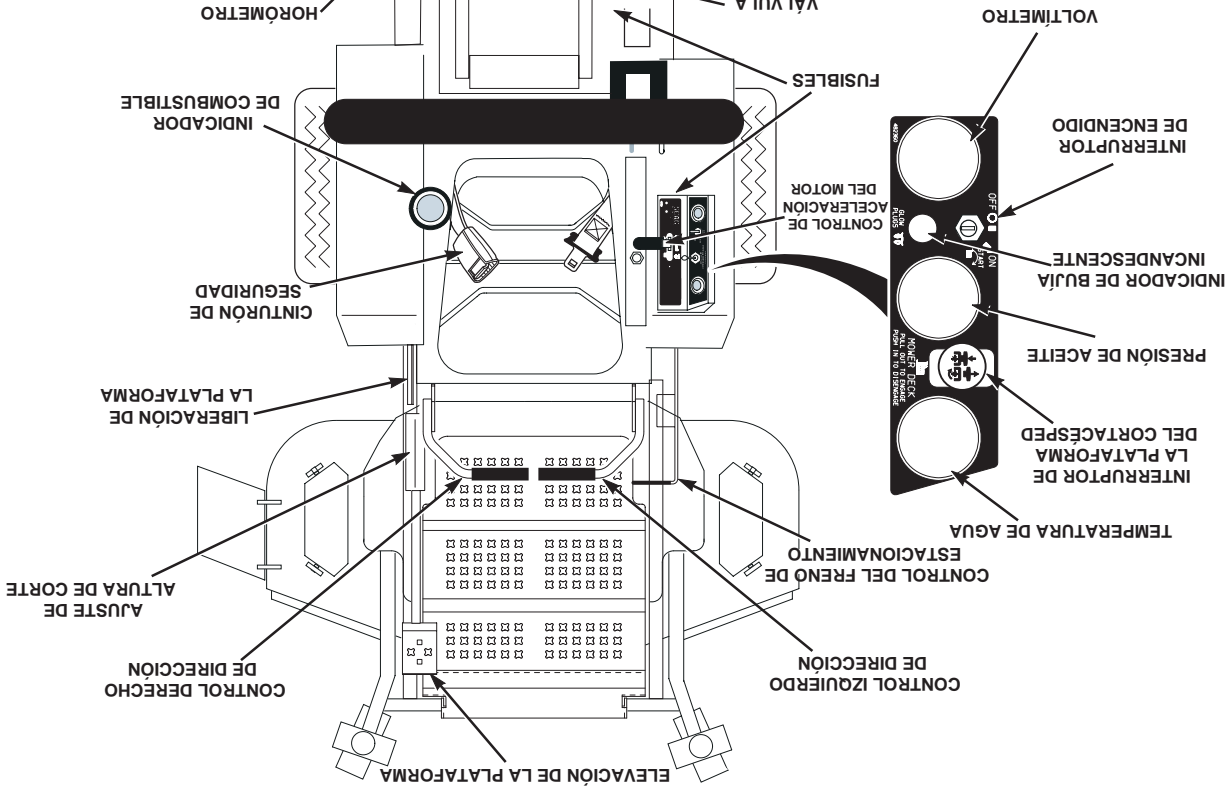

Figura 4-1 Controles e Instrumentos
6. **Presión de aceite (Figura 4-1).** Indica la presión de aceite del motor. Consulte el manual del operador del motor para obtener mayor información.
7. **Horómetro (Figura 4-1).** Indica el número de horas que ha operado el motor. Opera cuando el motor está funcionando. Ha fijado los recordatorios para el mantenimiento del motor y los cambios de aceite del sistema hidráulico. El mantenimiento programado empezará a destellar 2 horas antes de la hora establecida y continuará destellando hasta 2 horas después. Reinicia automáticamente.
8. **Portafusibles (Figura 4-1).** Hay un fusible de 20 amperios y un fusible reposicionable de 50 amperios que protegen el sistema eléctrico del cortacésped. Para reemplazar el fusible, retire el fusible del zócalo e instale uno nuevo.
9. **Control izquierdo de dirección (Figura 4-1).**
10. **Control derecho de dirección (Figura 4-1).**
11. **Control del freno de estacionamiento (Figura 4-1).**
12. **Indicador de combustible (Figura 4-1).** Indica la
(Figura 4-1). Usada para levantar y bajar la plataforma de corte.
15. **Ajuste de la altura de corte (Figura 4-1).** Usado para poner la plataforma de corte en la altura de corte deseada.
16. **Palanca de liberación de la plataforma (Figura 4-1).**
17. **Indicador de temperatura (Figura 4-1).** Indica la temperatura de operación del motor.
18. **Cinturón de seguridad (Figura 4-1).** Usado para
1. Interruptor de encendido (Figura 4-1).
2. Interruptor de la plataforma del cortacésped (Figura 4-1).
(Figura 4-1). Usado para accionar y desconectar el
- 3. Indicador de bujía incandescente (Figura 4-1).**
- 4. Control de aceleración del motor (Figura 4-1).**
- 5. Voltímetro (Figura 4-1).** Indica la condición de carga del sistema. Cuando el motor está funcionando, en condiciones normales de operación, la aguja debe estar en el rango de 12 a 14 voltios.